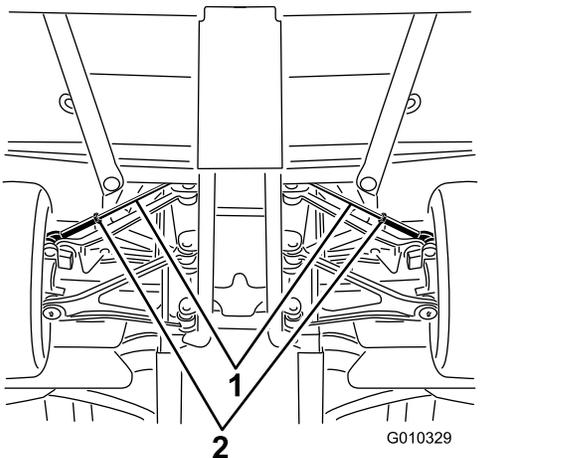

図 49
- A. タイロッドの中心についているジャムナットをゆるめる(図 49)。